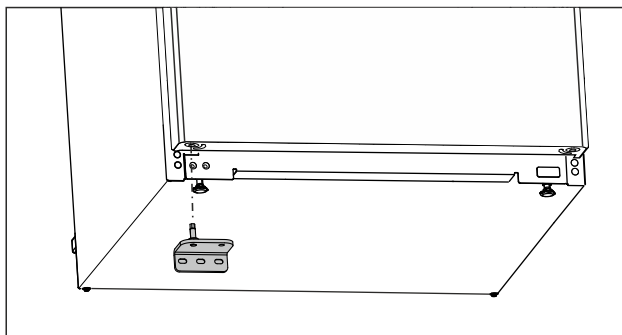

Fig. 25
- Umetnite donje ležajno postolje na suprotnu stranu. (pogledajte Fig. 25)